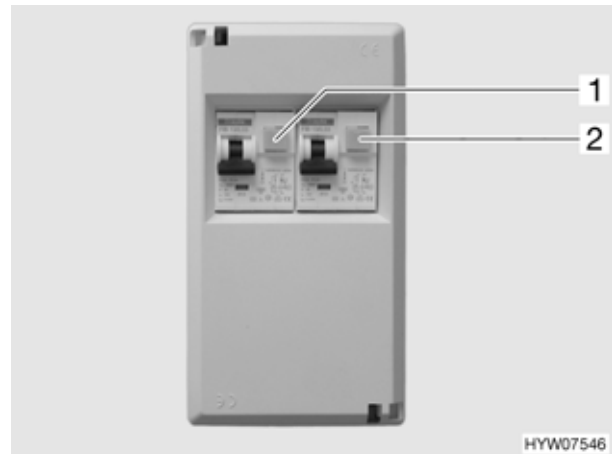

Fig. 73 Scatola dei fusibili a 230 V con interruttore di sicurezza e interruttore automatico FI
- Se il veicolo è collegato all'alimentazione a 230 V, premere i tasti di controllo (Fig. 73, 1 e 2). Gli interruttori di sicurezza devono scattare.